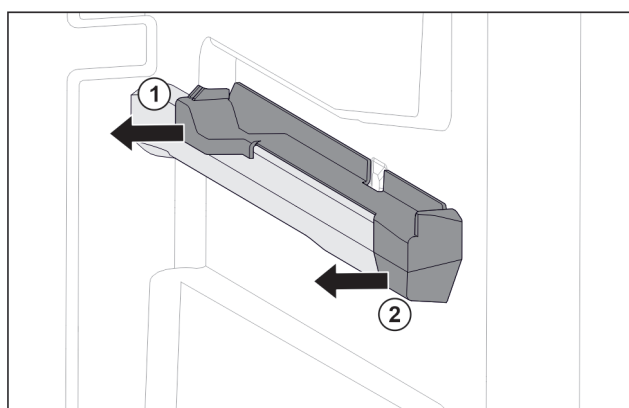

Fig. 140 Вставная часть на правом контейнерном ребре
- Отодвиньте вставную часть сзади в сторону. Fig. 140 (1)
- Отодвиньте вставную часть спереди в сторону. Fig. 140 (2)